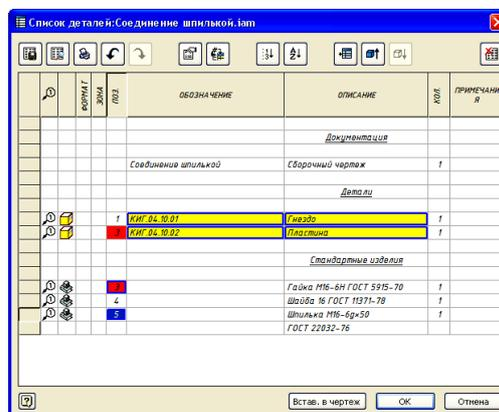

Рис. 4.46. Диалоговое окно «Список деталей»
17. Создайте спецификацию. Для этого щелкните на кнопке «*Спецификация*» в закладке «*Пояснения ЕСКД*». В диалоговом окне «*Список деталей*» отредактируйте содержание спецификации. Измените текст в гранках, если это необходимо, переместите строки текста вверх-вниз и т.д., используя кнопки в верхней части окна (рис. 4.46).